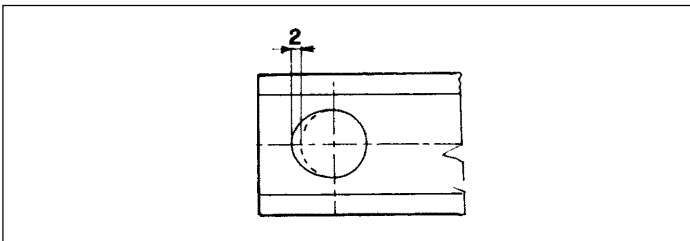

Fig. 20
- **el orificio se ha vuelto oval:** si la ovalización supera los 2 mm / 0.078 inch - las dimensiones del orificio originario (fig.20).